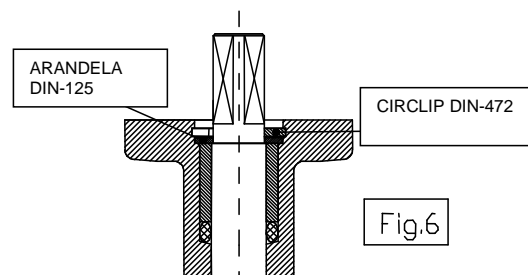

Fig.6
6.- Por ultimo ponemos la arandela y su correspondiente anillo de seguridad para agujeros, que serán los encargados de que el eje no pueda salirse (Fig.6).